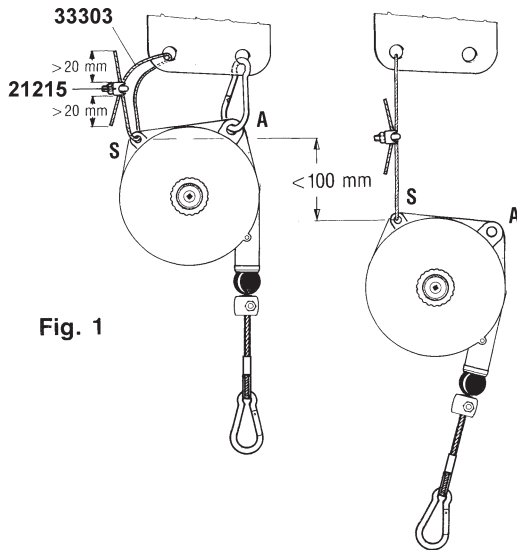

Fig. 1
Устройство (S) для страховочного подвеса балансира всегда следует закреплять к кронштейну/консоли правильно выбранных размеров, используя только стандартные крепежные приспособления (Рис. 1), которые входят в комплект поставки изделия.
Страховочный подвес НЕ ДОЛЖЕН БЫТЬ закреплен на один и тот же кронштейн/консоль, что и основной подвес балансира (А) (Рис. 1). На случай поломки основного подвеса необходимо оставить дополнительный запас хода троса не более 100 мм. Извлечь ненапрянутые части троса не менее чем на 20 мм и затянуть гайки зажимов 21215 (рис. 1) постепенно и одновременно с крутящим моментом 2 нм.
Правила эксплуатации балансира предписывают проведение периодического контроля (например, раз в рабочую смену) состояния верхних устройств для подвески (А) и (5) (Рис. 1), крепежных винтов, самоблокирующихся устройств (если таковые используются), а также состояния крюков и троса.